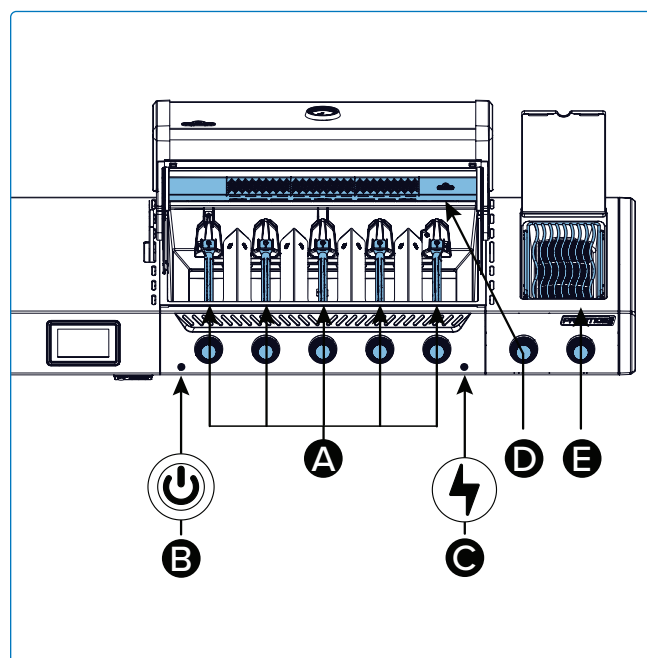

Fig. 6
5. Se il bruciatore non si accende, ruotare la manopola di controllo del bruciatore in senso orario sulla posizione OFF. Attendere 5 minuti. Ripetere i passaggi 3 e 4. (**Fig. 6**).